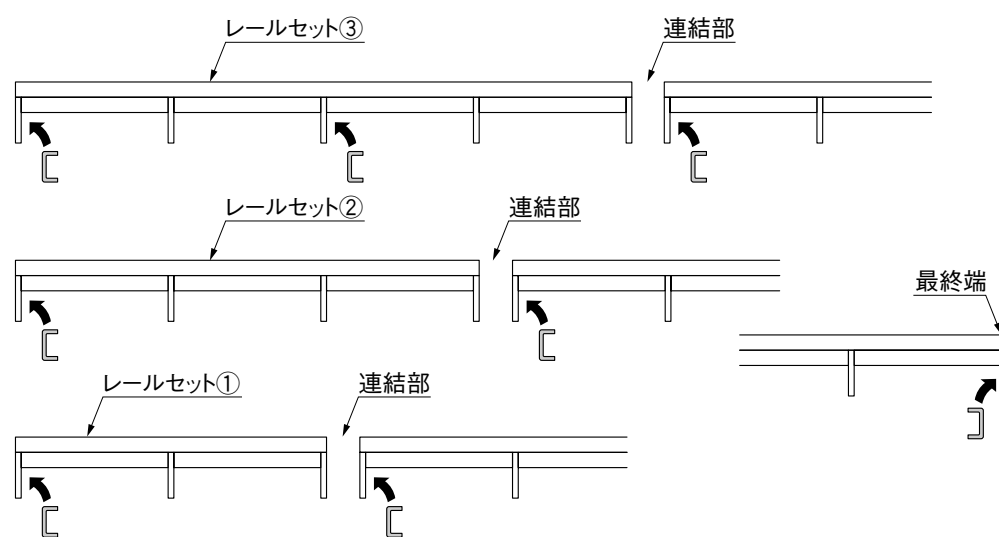

図3-4 幅木の配置
- レール幅木の本数は各レール脚の数より少なくなっています。図3-4を参考にレール幅木を取付けてください。